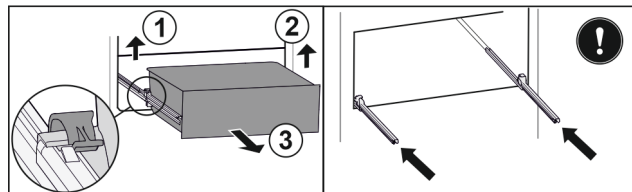

Fig. 162
- Linker klem optillen en gelijktijdig lade links naar voren trekken. Fig. 162 (1)
- Rechter klem optillen en gelijktijdig lade rechts naar voren trekken. Fig. 162 (2)
- Lade naar voren toe verwijderen. Fig. 162 (3)